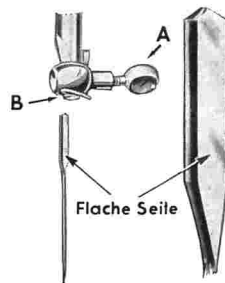

Abb. 4
Man drehe das Schwungrad auf sich zu, bis die Nadelstange auf ihrem höchsten Punkt angelangt ist, löse die Flügelschraube (A) in der Nadelklammer, führe die Nadel, wie in der Abbildung 4 gezeigt, mit der flachen Seite **nach rechts** so weit wie möglich in